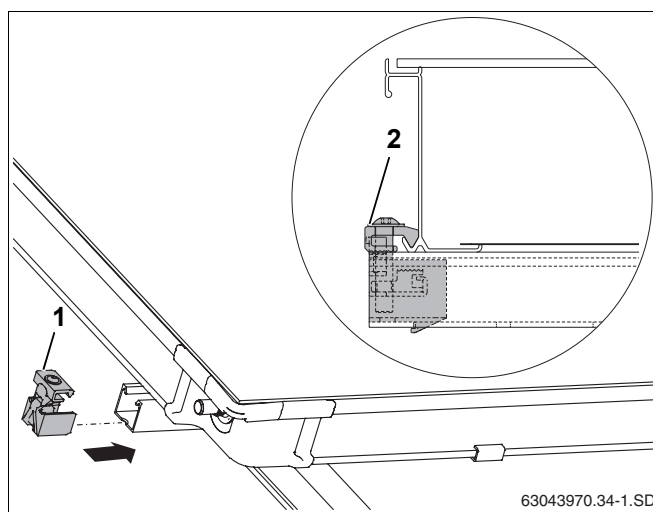

Рис. 52 Односторонний зажим коллектора слева
- Задвинуть односторонние зажимы (рис. 52, поз. 1) в верхнюю и нижнюю профильную рейку.
- Придвинуть зажимы к раме коллектора и затянуть ключом SW5 (рис. 52, поз. 2).
Теперь прижим (рис. 52, поз. 2) находится в нижней кромке коллектора.